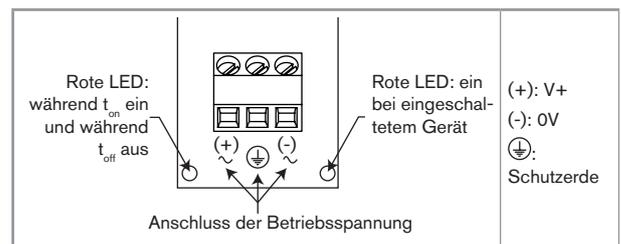
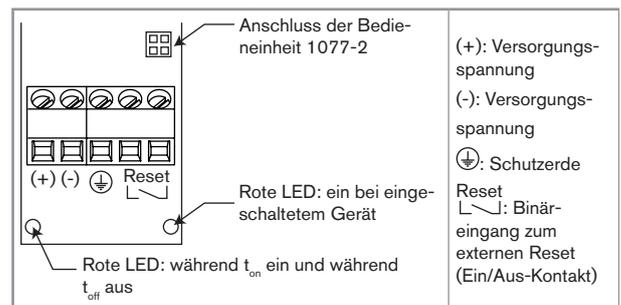

Bild 5: Klemmenbelegung des 1078-1
Bild 6: Klemmenbelegung des 1078-2
- Das Kabel durch die Überwurfmutter dann durch die Kabelverschraubung führen und gemäß *Bild 5* oder *Bild 6* verkabeln.
- Die Bedieneinheit 1077-2 inkl. Dichtung auf die Zeitsteuerung 1078-2 in jener Richtung einsetzen. Siehe Bild 6, Seite 23.